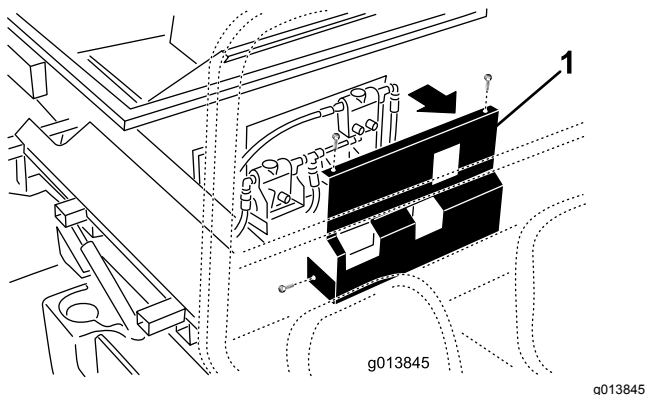

図 13
39. SH バージョンモデル 44701では、プロパスの前面にカバーを固定している固定具を取り外し、カバーを外して脇においておく図 13。